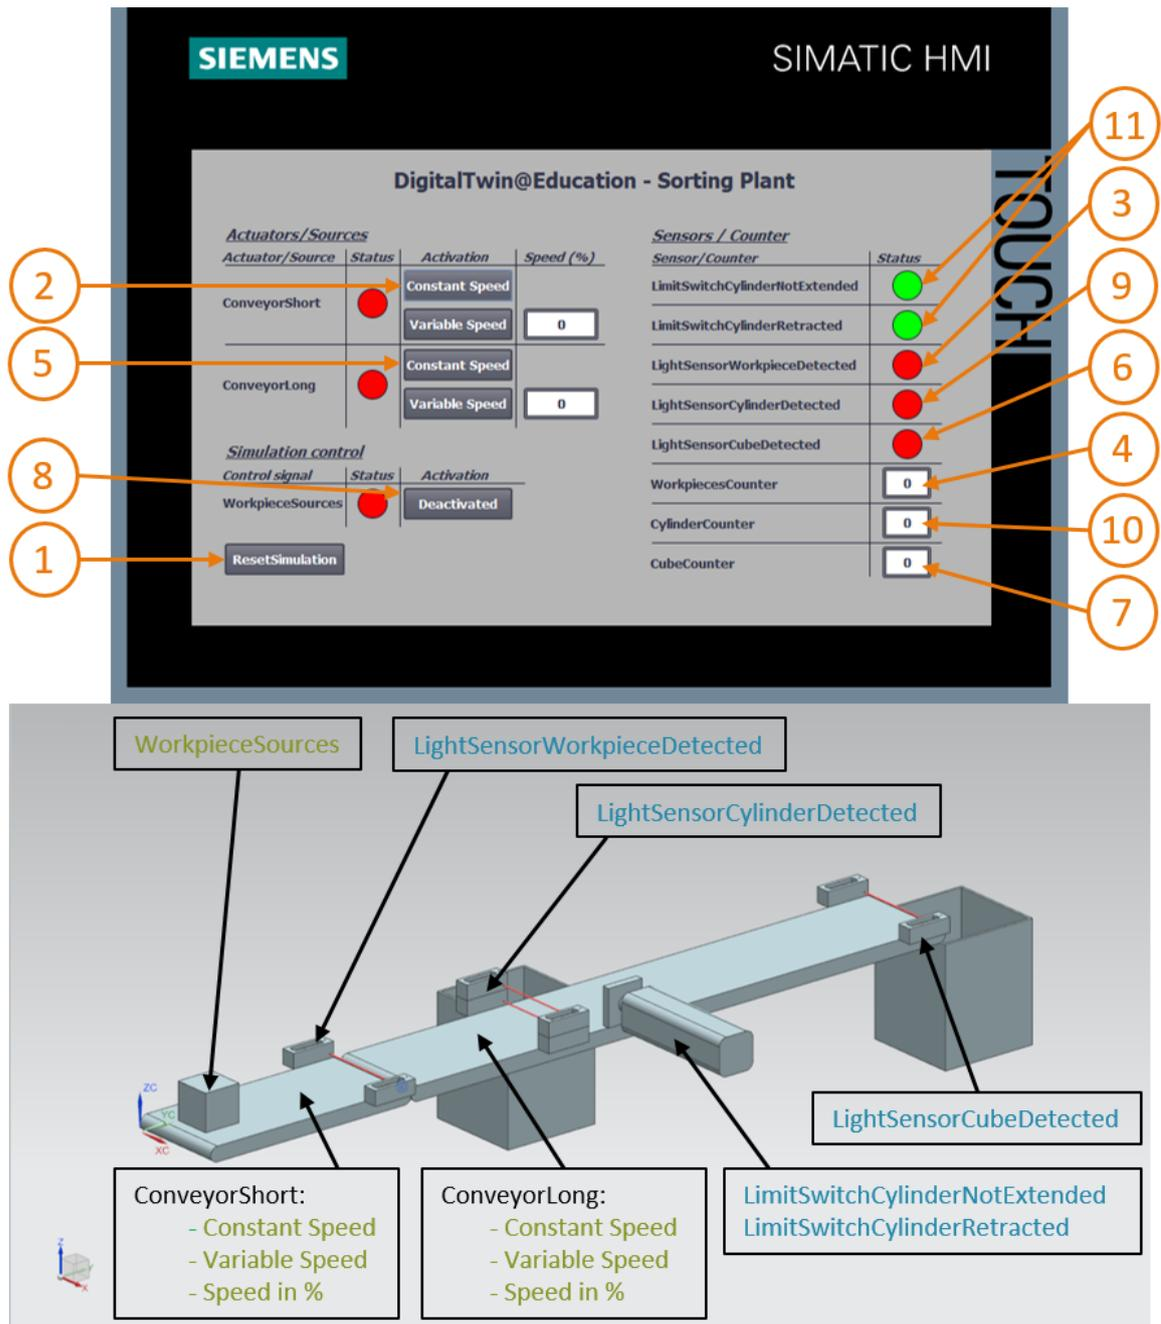
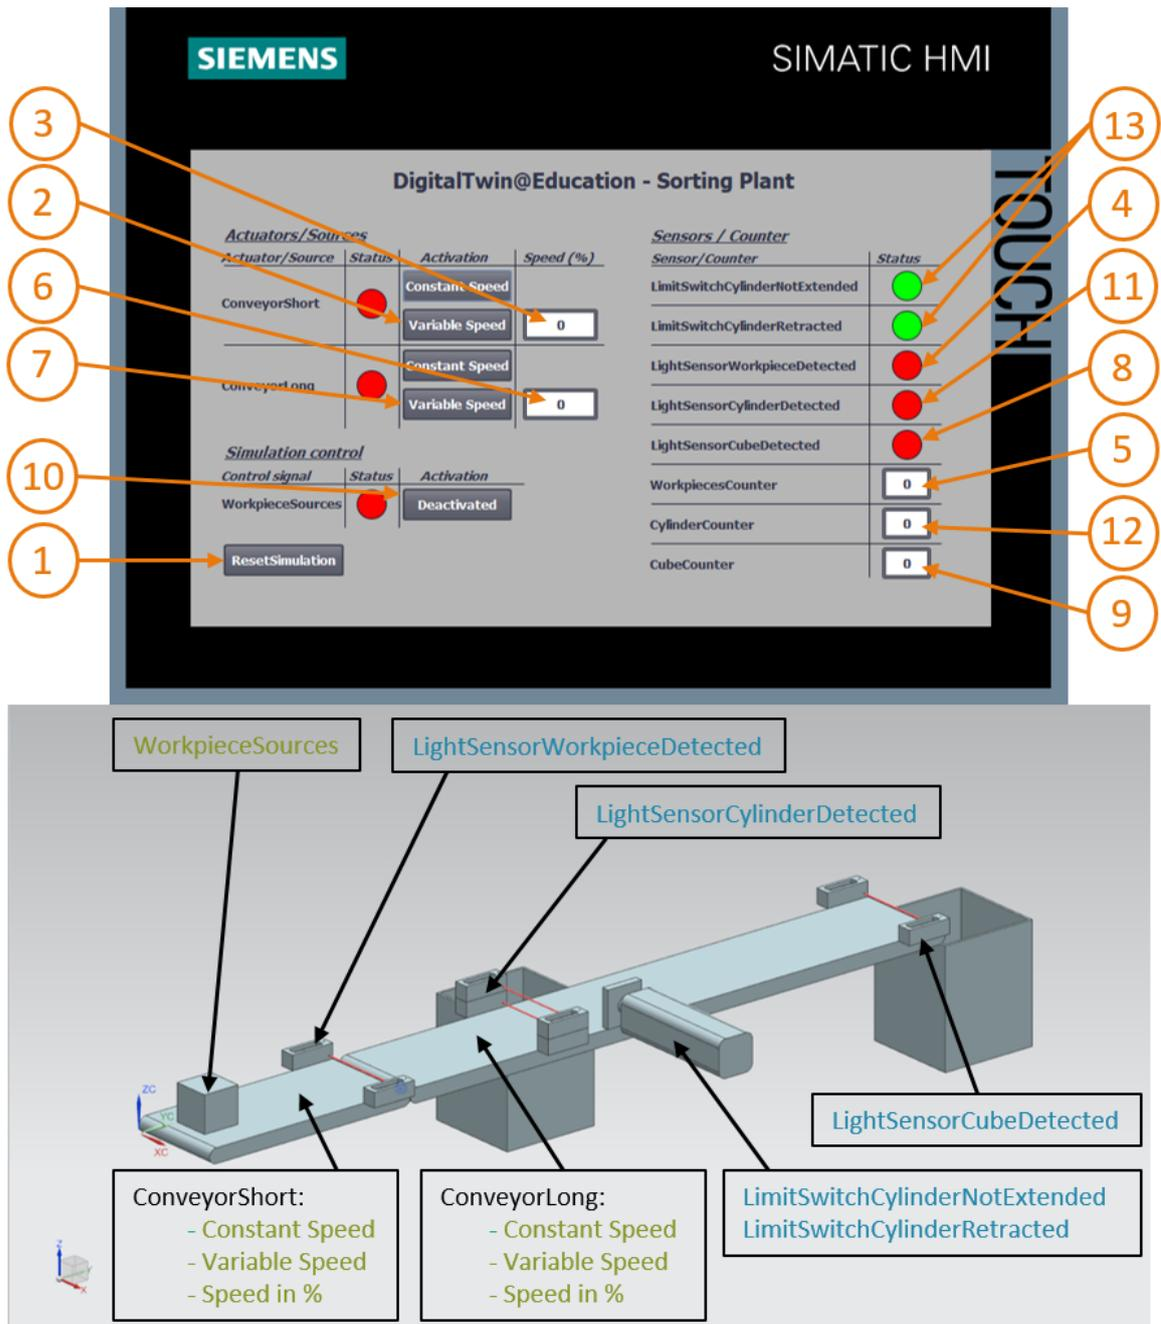

图 20: HMI 仿真中的场景 1 运行, 以及 MCD 模型中的 HMI 信号显示 (橙色: 场景 1 的步骤; 蓝色: 输入信号; 绿色: 输出信号)
图 21：HMI 仿真中的场景 2 运行，以及 MCD 模型中的 HMI 信号显示（橙色：场景 2 的步骤；蓝色：输入信号；绿色：输出信号）
为了测试这三个仿真的功能，首先请看以下两个示例。为了说明 HMI 仿真中的必要步骤，并将 HMI 信号传送给 MCD 中的模型，场景 1 请参见图 20，场景 2 请参见图 21。为了评估仿真的响应行为，有必要在屏幕上并行显示 WinCC Runtime Advanced 中的 HMI 仿真和 NX MCD 中的虚拟 3D 模型。
- 首先重置仿真。为此请在仿真 HMI 中按下“**ResetSimulation**”按钮（参见图 20，步骤 1）。应关闭所有按钮，并复位所有 I/O 域。NX MCD 中的 3D 仿真没有任何变化，方形工件保持其位置，推料器缩回。
- 然后按下 HMI 中传送带“**ConveyorShort**”的“恒定速度”(**Constant Speed**)按钮（参见图 20，步骤 2）。此时可看到方形工件在第一条传送带上移动。当工件到达传送带的末端时，将触发光传感器“**LightSensorWorkpieceDetected**”（参见图 20，步骤 3），从而使计数器“**WorkpiecesCounter**”递增（参见图 20，步骤 4）。但工件停止了，并且没有通过第二条传送带进行传送，因为第二条传送带尚未在 PLC 程序中激活或未通过 HMI 激活。
- 单击第二个传送带“**ConveyorLong**”的“恒定速度”(**Constant Speed**)按钮，以恒定速度启动它（参见图 20，步骤 5）。现在方形工件应继续移动。在此过程中可以看到“**LightSensorCylinderDetected**”信号没有触发，因为两个中心光传感器都对工件做出了反应。如章节 4.2 所述，在这种情况下运输的绝对不是圆柱形工件。为此光传感器“**LightSensorCubeDetected**”激活（参见图 20，步骤 6）。这将使计数器“**CubeCounter**”递增（参见图 20，步骤 7）。之后方形工件掉入后方容器中。
- 由于无更多的工件，请激活“**WorkpieceSources**”按钮（参见图 20，步骤 8），以虚拟方式生成更多的工件。之后由于 MCD 仿真的缘故，方形工件和圆柱形工件会定期出现。尽管如上所述方形工件的加工过程没有变化，但处理圆柱形工件会出现以下现象：与方形工件一样，光传感器“**LightSensorWorkpieceDetected**”触发，从而使计数器“**Workpiece-Counter**”递增。由于圆柱形工件的高度小于方形工件的高度，因此仅触发中间的两个光传感器中的一个。因此该对象被识别为圆柱形工件，所以就会触发“**LightSensorCylinderDetected**”信号（参见图 20，步骤 9），从而使计数器“**CylinderCounter**”递增（参见图 20，步骤 10）。现在可通过前部容器中的推料器对圆柱形工件进行分类（参见图 20，步骤 11）。
- 请针对下一个场景禁用所有 HMI 按钮，通过按“停止”图标来停止 NX MCD 中的仿真， 然后单击“ResetSimulation”在 HMI 中再次开始仿真（参见图 21，步骤 1）。然后通过单击开始按钮  再次在 NX MCD 中启动仿真。现在应在 HMI 中禁用所有按钮，并且必须重置所有 I/O 域。NX MCD 中的方形工件保持其位置，推料器缩回。
- 选择传送带“ConveyorShort”的“变速”(Variable Speed)按钮（参见图 21，步骤 2）。传送带保持静止。原因是速度的输入字段仍为 0%，因此电机未运行。将速度设置为 50%（参见图 21，步骤 3）。现在方形工件应该沿着第一条传送带移动。在传送带的末端通过光传感器“LightSensorWorkpieceDetected”（参见图 21，步骤 4）的上升沿再次使计数器“WorkpieceCounter”递增（参见图 21，步骤 5）。由于第二条传送带尚未激活，因此方形工件停留在传送带的末端。
- 首先通过第二条传送带“ConveyorLong”输入字段设置电机速度为 50%（参见图 21，步骤 6）。然后激活传送带“ConveyorLong”的“变速”(Variable Speed)按钮（参见图 21，步骤 7）。随后方形工件将继续移动。在这种情况下同样不会触发信号“LightSensorCylinderDetected”，因为两者都会触发中间的光传感器。但将会产生信号“LightSensorCubeDetected”（参见图 21，步骤 8），这会使计数器“CubeCounter”递增（参见图 21，步骤 9）。工件落入后部容器中。
- 但是由于尚未激活生成新工件，因此缺少其他工件。单击“WorkpieceSources”按钮（参见图 21，步骤 10）。现在应定期生成方形和圆柱形工件。如场景 1（章节 7.6.1）所述，由于高度原因圆柱形工件在中部被准确识别，由此触发信号“LightSensorCylinderDetected”（参见图 21，步骤 11），计数器“CylinderCounter”递增（参见图 21，步骤 12）。然后通过推料器将圆柱形工件分类到前部容器中（参见图 21，步骤 13）。